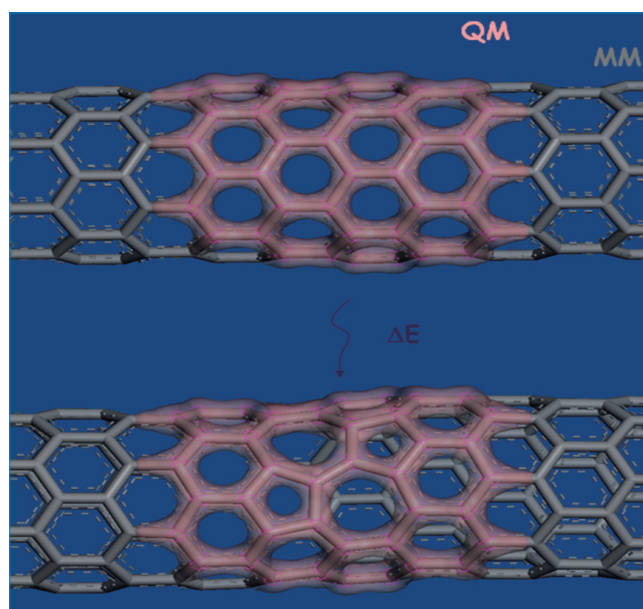

図2: QMERAを使用した、カーボンナノチューブにおけるStone-Wales欠陥形成エネルギーの調査
- カーボンナノチューブの複数の欠陥部位の精査(図2を参照)